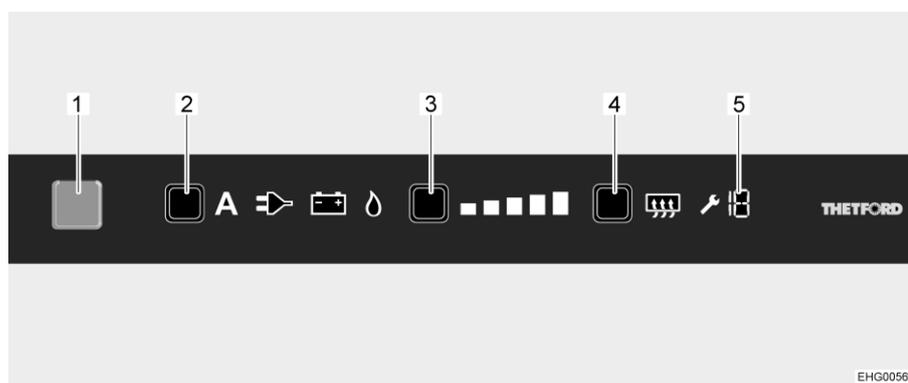

Fig. 128 Elementi di comando
Dopo l'accensione il frigorifero seleziona automaticamente la regolazione del termostato selezionata per ultimo. Questa regolazione può essere modificata manualmente tramite il tasto del livello di refrigerazione (Fig. 128,3). Le barre luminose dell'indicatore del livello di refrigerazione visualizzano la temperatura selezionata sul termostato. Con il tasto del livello di refrigerazione viene regolata la temperatura di refrigerazione per i tre tipi di energia. Ci vogliono alcune ore prima che il frigorifero raggiunga la temperatura normale di esercizio. Cambiando la modalità di funzionamento la regolazione del termostato non viene modificata. La temperatura di refrigerazione è indipendente dal tipo di energia utilizzata.
- Premere il tasto On/Off (Fig. 128,1) per 1 secondo. Il tasto si illumina di blu. Dopo circa 10 secondi, l'indicatore viene attenuato per risparmiare energia.
- Premere il tasto di selezione energia (Fig. 128,2) più volte, fino a che risulta selezionata la fonte energetica desiderata.
- Premere il tasto del livello di refrigerazione (Fig. 128,3) più volte, fino a che risulta selezionato il livello di refrigerazione desiderato. Il livello di refrigerazione attuale viene indicato dalle barre luminose.
- Premere il tasto On/Off (Fig. 128,1) per ca. 2 secondi. Tutte le spie si spengono. Il frigorifero è spento.